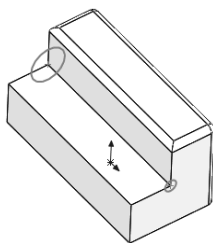

图 6-115 源文件
- 02** 在“打开”属性管理器中选定文件名为“6.22”，然后单击“OK”按钮，或者双击所选定的文件，即打开所选文件，如图 6-115 所示。